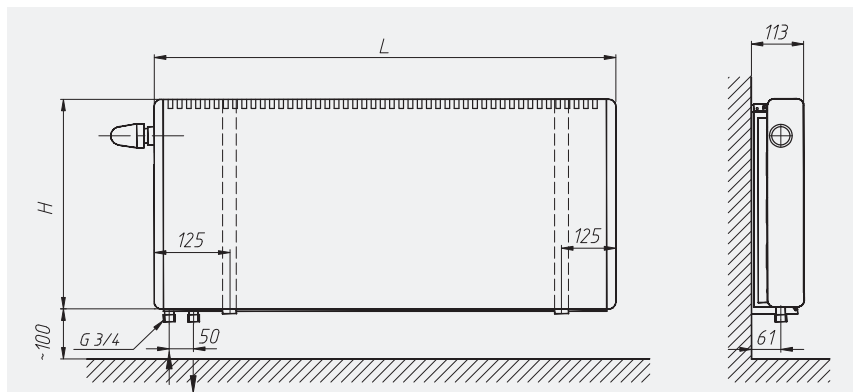

Рис. 8. Схема водяного подключения настенного конвектора Экотерм (ЭКОН)
4.2.1. Выполнить соединение конвектора с подводящим и отводящим трубопроводами системы отопления (рис. 8), используя комплект фитингов для соединения с уплотнением «сфера-конус».